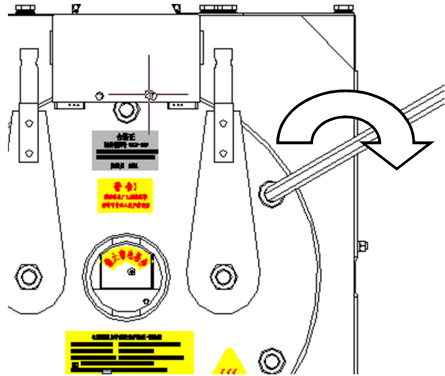

图 5 预紧紧固螺栓
4. 预锁紧螺栓（锁紧力矩约 85-90Nm）：再用塞尺确认调节位置的气隙，符合要求此螺钉位置气隙初步调节完成，反之需重新调节（见 P3 图 5）；